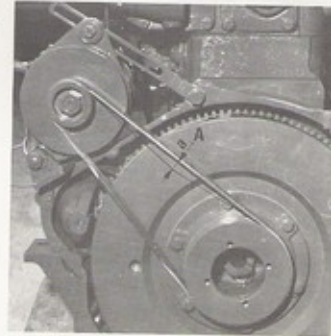

fig. 14
- Appuyer sur la courroie en A [fig. 14] et contrôler  $a = 12$  mm.